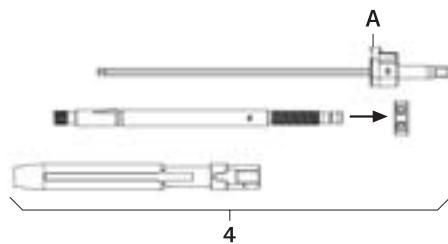

Rys. 1
- Zdemontować instrument wkładany ze śrubami blokującymi kluczem widlastym SW 6, patrz Rys. 1.